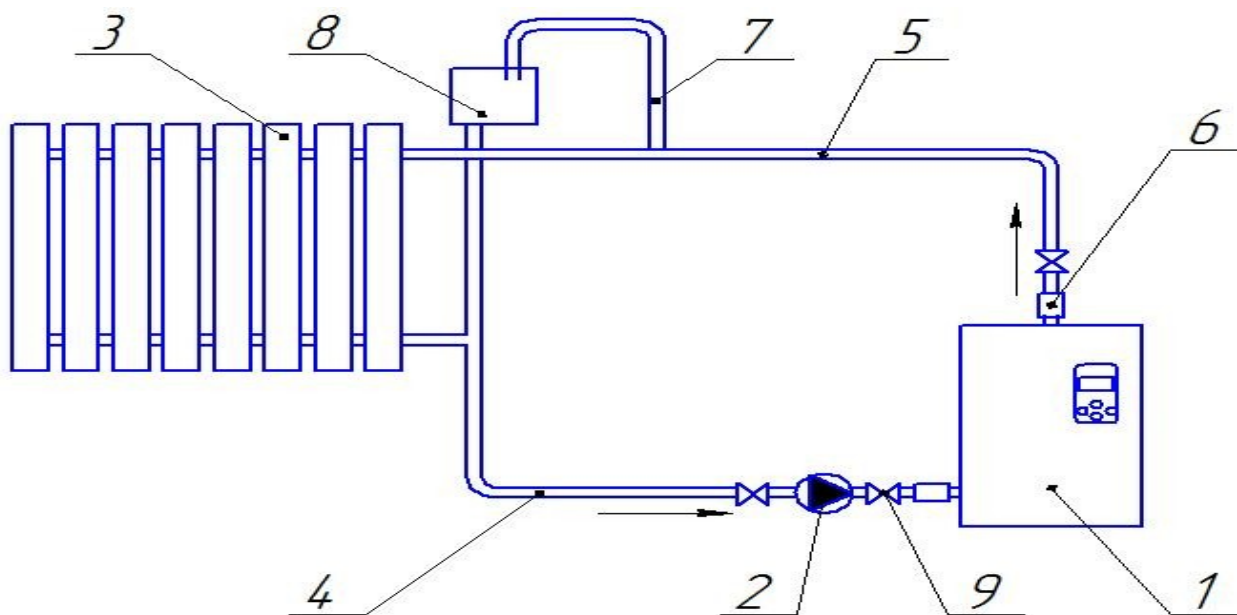
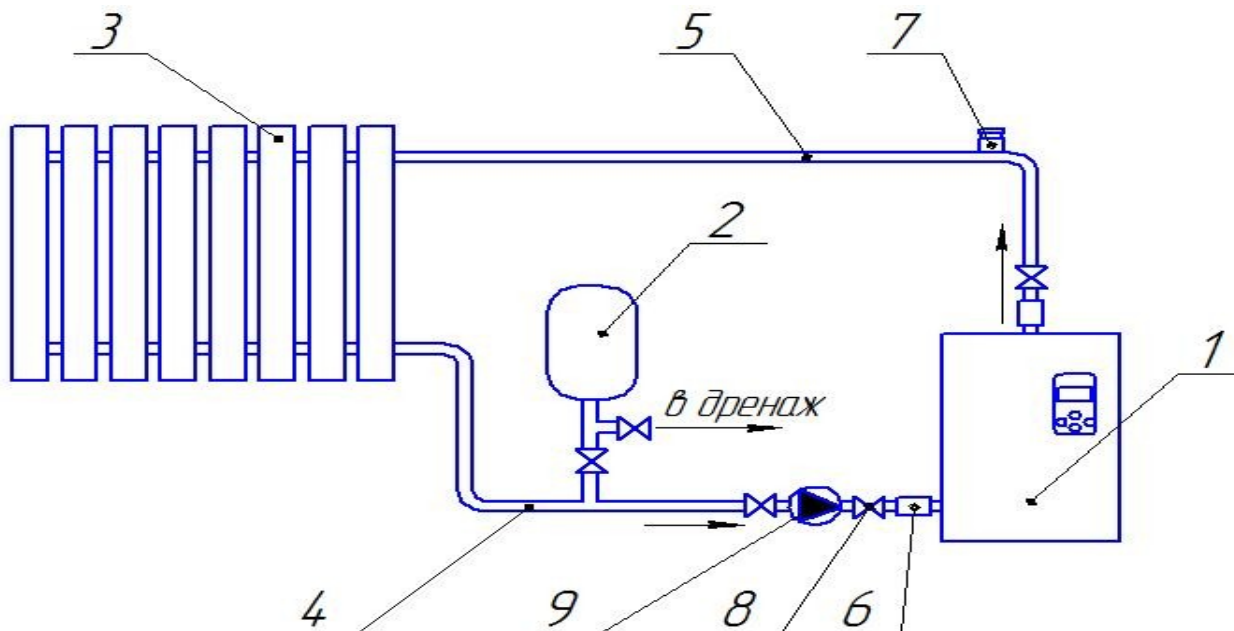

Рис.4 Упрощенная схема использования ЭВН-К в системе отопления (вариант 1)
Рис.5 Упрощенная схема использования ЭВН-К в системе отопления (вариант 2)
- Подключить ЭВН-К к системе отопления рис. 4.
5.7 В целях улучшения циркуляции теплоносителя систему отопления рекомендуется комплектовать циркуляционным насосом (рис.4). Параметры циркуляционного насоса подбираются таким образом, чтобы в течение часа через него прогонялся
7.1 Монтаж отопительной системы производится согласно **СНиП РК 4.02-42-2006**. В качестве нагревательного прибора 3 (рис.4 и рис.5) рекомендуется использовать радиаторы. Подсоединение ЭВН-К к системе отопления осуществляется муфтами 6 с соответствующими уплотнителями.
7.2 Система отопления (рис.4) открытого типа. В системе необходимо предусмотреть:
7.3. Система отопления (рис.5) замкнутая, имеет расширительным бак с резиновой мембраной 2. Для такой системы необходимо учесть: